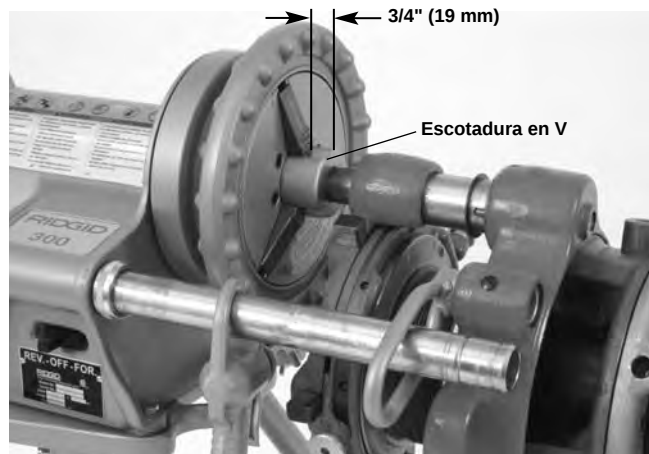

Figura 12 – Colocación de la barra de tracción dejando espacio para el aceiteado
2. Use el equipo apropiado para levantar la roscadora a engranajes y colóquela sobre el extremo del tubo, con un mandril del portaherramientas orientado hacia arriba. Si se levanta a mano, por lo menos dos personas tienen que hacerlo, utilizando las manijas. Esté consciente del peso del equipo: el Modelo 141 pesa 93 libras (42 kg) y el Modelo 161 pesa 158 libras (72 kg). Deje expuesta una longitud de unas $\frac{3}{4}$ " (19 mm) de la barra de tracción frente al mandril para dejar espacio suficiente para colocar aceite (*Figura 12*). Apriete las piezas del mandril en las tres escotaduras en forma de "V" en el cabezal de la barra de tracción. Cierre el cabezal de centrado trasero sobre la barra de tracción. Asegure la estabilidad y seguridad de la roscadora a engranajes y la motopropulsora.
3. Use el equipo apropiado para levantar y colocar la roscadora a engranajes. Si se levanta a mano, por lo menos dos personas tienen que hacerlo, utilizando las manijas. Esté consciente del peso del equipo: el Modelo 141 pesa 93 libras (42 kg) y el Modelo 161 pesa 158 libras (72 kg). Deje expuesta una longitud de unas $\frac{3}{4}$ " (19 mm) de la barra de tracción frente al mandril para dejar espacio suficiente para colocar aceite (*Figura 12*). Apriete bien las piezas del mandril en las tres escotaduras en forma de "V" en el cabezal de la barra de tracción. Cierre el cabezal de centrado trasero sobre la barra de tracción. Asegure la estabilidad y seguridad de la roscadora a engranajes y la motopropulsora.